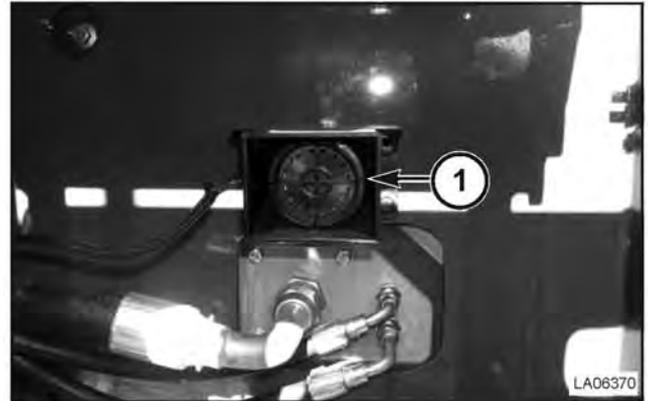

FIG. 137
FIG. 137: la cosechadora está provista desde fábrica con una alarma de retroceso (1) que se activa cuando el comando de mano se desliza hacia la reversa y se encienden las luces de retroceso.